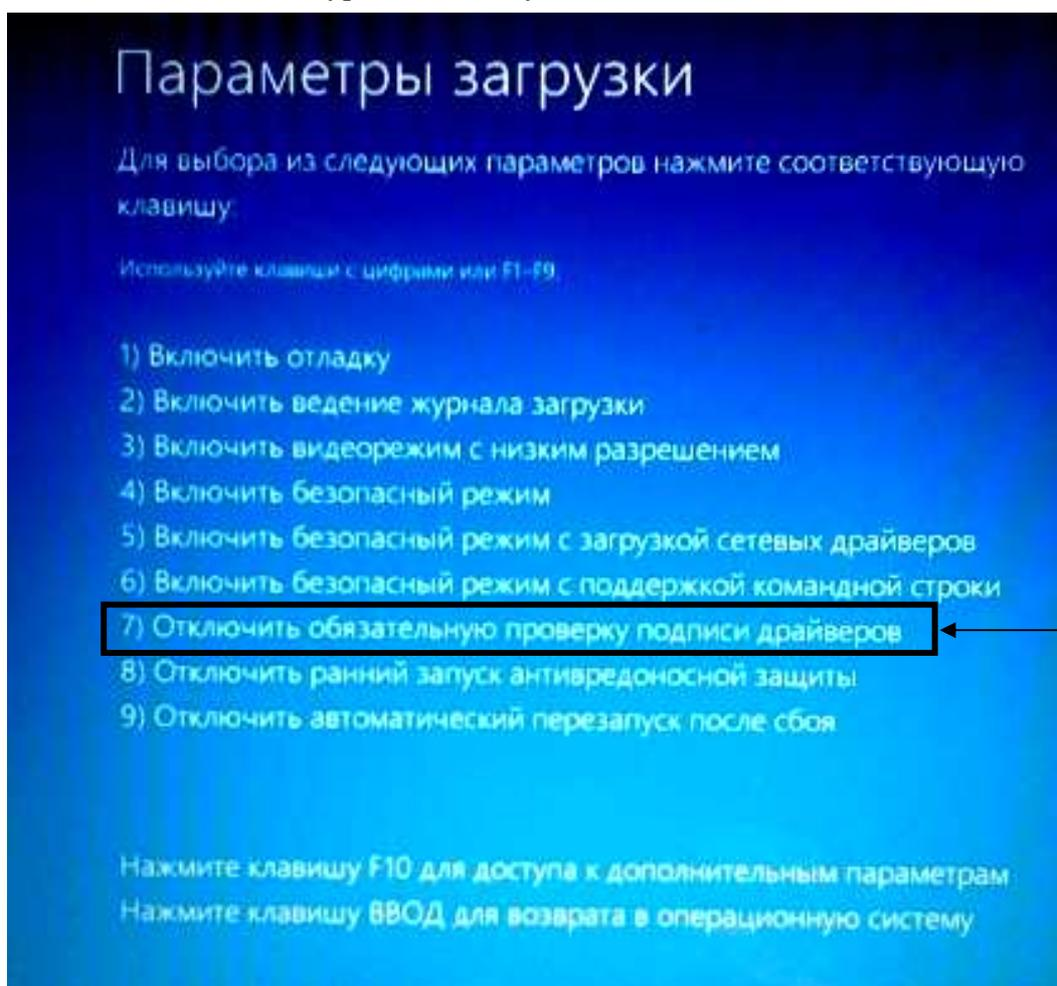

Рис. 17
2.2.5.9 ЭВМ перезагрузится и появится окно, содержащее меню выбора опций загрузки (см. Рис. 17). Нажмите на клавиатуре на клавишу **7**.